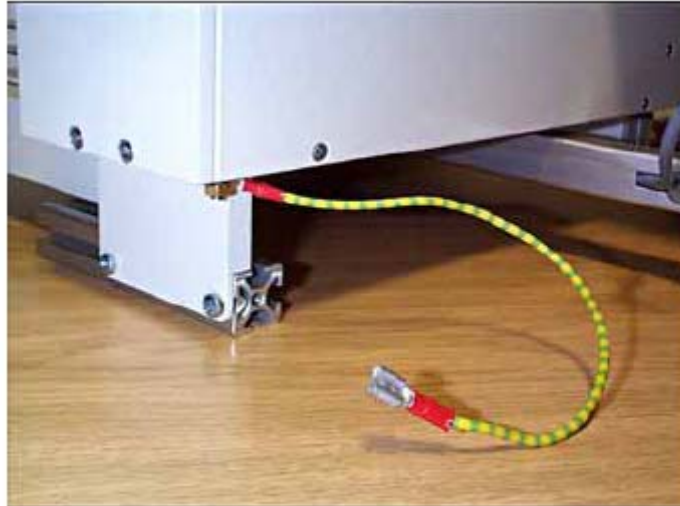

图92 地线
5. 通过把电缆的接头插入测试仪的扁型接口将地线（绿/黄）连接至测试仪。(图 92)